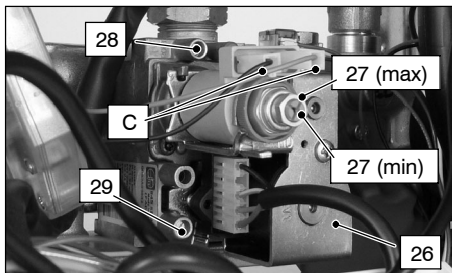

fig. 7.3
Dopo ogni misurazione delle pressioni gas, **richiudere bene** le prese di pressione utilizzate (29 e 28 in fig. 7.3). Dopo ogni operazione di regolazione gas **gli organi di regolazione della valvola devono essere sigillati**.
- 2 A caldaia spenta (fuori servizio), controllare la pressione di alimentazione utilizzando la presa 29 in fig. 7.3 e confrontare il valore letto con quelli riportati nella tabella **Pressioni di alimentazione gas** a pag. 12, 14, 16.
- 4 Aprire la presa di pressione 28 in fig. 7.3 e collegare un manometro.
Per tarare la pressione al bruciatore agire sul dado esagonale grande in ottone dell'operatore modulante 27 *max* in fig. 7.3 (ruotando in senso orario la pressione aumenta).
- 9 Sconnettere il filo di alimentazione "C" dell'operatore modulante 27. Fare attenzione che non vada a toccare le parti metalliche della caldaia fig. 7.3
- 10 Confrontare il valore di pressione misurato con quello indicato in tab. 7.4 – tab. 7.5 – tab. 7.6 Per tarare la pressione al bruciatore agire sulla vite in plastica (27 min in fig. 7.3) tenendo fermo il dado esagonale in ottone grande (27 max in fig. 7.3) dell'operatore modulante (ruotando in senso orario la pressione aumenta).
- 11 Collegare il filo di alimentazione "C" dell'operatore modulante fig. 7.3
- 15 **Chiudere la presa di pressione 28** in fig. 7.3